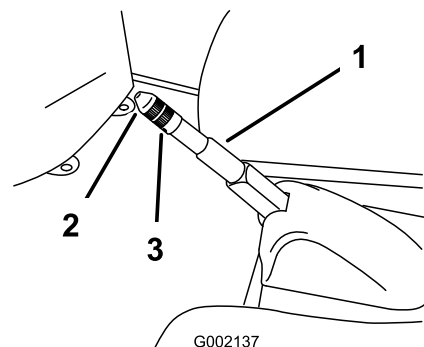

図 36
2. ブレーキ・レバーに調整ノブを固定している固定ネジをゆるめる（図 36）。